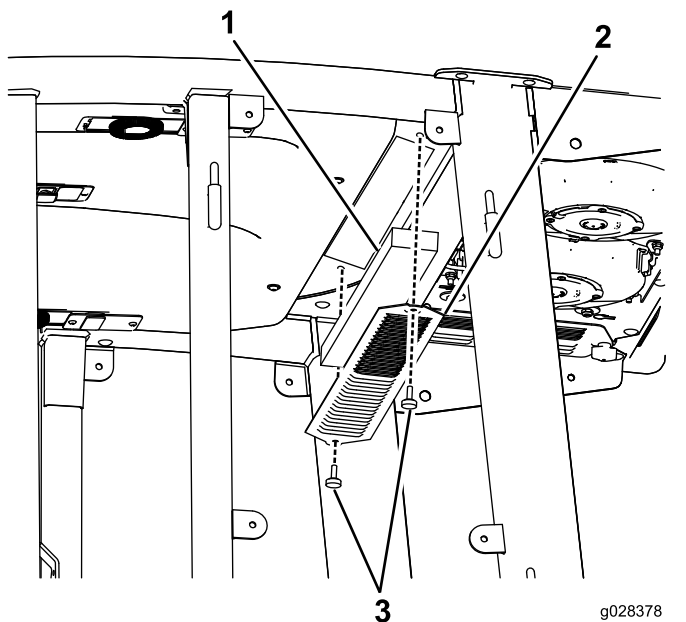
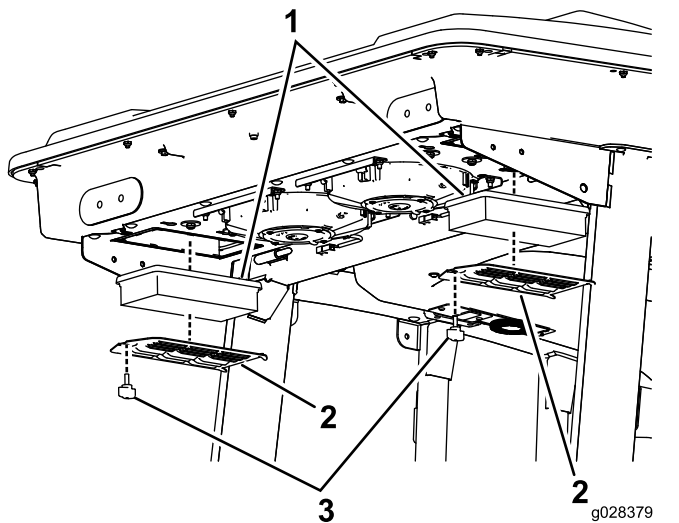
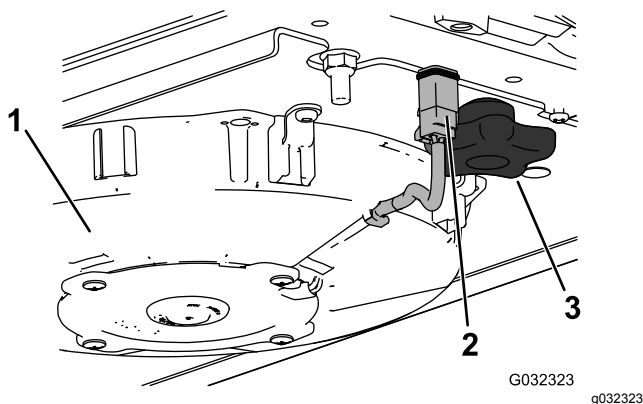
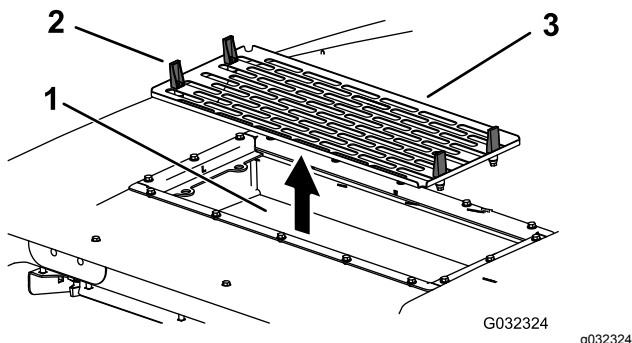

Bild 145
Bild 146
Bild 148
Bild 149
1. Nehmen Sie die Schrauben und Gitter von den internen und hinteren Kabinenluftfiltern ab (**Bild 145** und **Bild 146**).
- Entfernen Sie die Luftfilter (siehe Bild 146).
- Bauen Sie Luftfilter, Gitter und Klimaanlage wieder ein (Bild 146, Bild 148 und Bild 149).
- Schließen Sie das Kabel jedes Lüfters an (Bild 148).